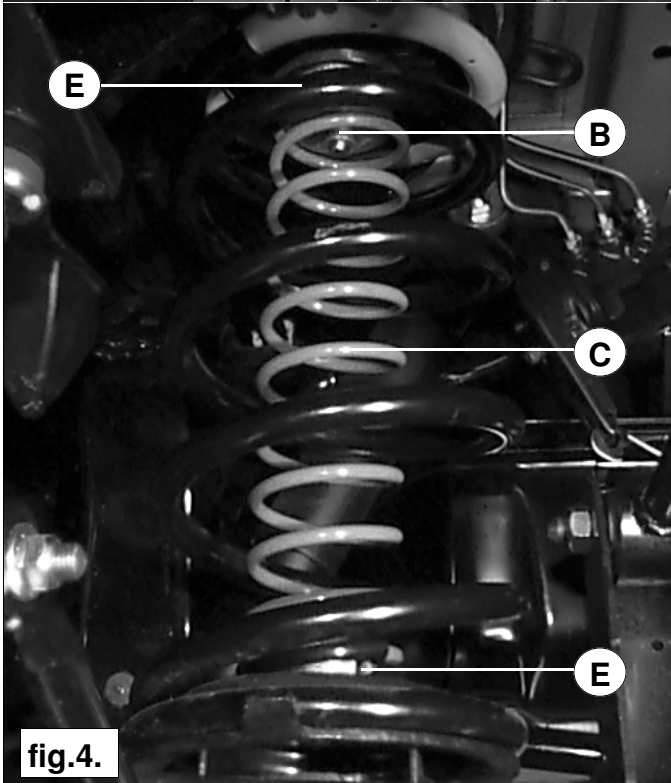

fig.4.
11. Drehen Sie jetzt den Teller B so weit, daß das Spiel aufgehoben wird, und bringen Sie die Niveaufeder C so an, daß die Enden E auf die Vorderseite des Fahrzeugs zeigen, siehe Fig.4. Stellen Sie das Fahrzeug wieder auf die Räder.
11. Tournez la coupelle **B** afin d'éliminer le jeu et placez le ressort de renfort **C** de façon à ce que les extrémités **E** soient axées vers l'avant de la voiture; cf. fig.4. Remplacez la voiture sur les roues.